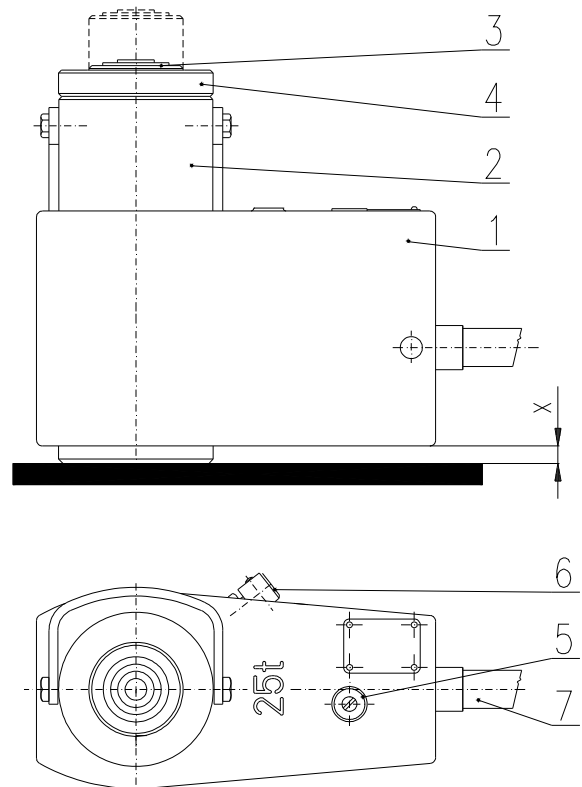

Abb. 6.4
Vor jedem Transport ziehen Sie die Schraube des Gewindestöpsel fest (5) – Abb. 6.4.
Vor dem Heben von Lasten lockern Sie die Schraube des Gewindestöpsels (5), lockern Sie die Schraube des Auslassventiles (6) um 1 bis 2 Gewinde. Durch pendelnde Bewegungen mittels des Gelenkes des Hebels (7) bewirken Sie das Einsaugen des Öles in die Pumpe und dessen Spülung. Dann ziehen Sie die Schraube des Auslassventiles (6), mittels des Handhebels (7), fest, durch deren Öffnung mit Durchmesser von 6,3 mm stecken Sie den Rundstahl, von benötigter Länge, durch, um einen noch größeren Drehmoment zu erreichen. Das Heben, führen Sie mittels Pendelbewegungen durch, mit dem Handhebel, der den Kolben der Pumpe steuert. Nach dem Beenden des Hebens, sichern Sie den Kolben gegen ungewolltes Senken, mit Hilfe einer Mutter (4) – s. Abb. 6.4.